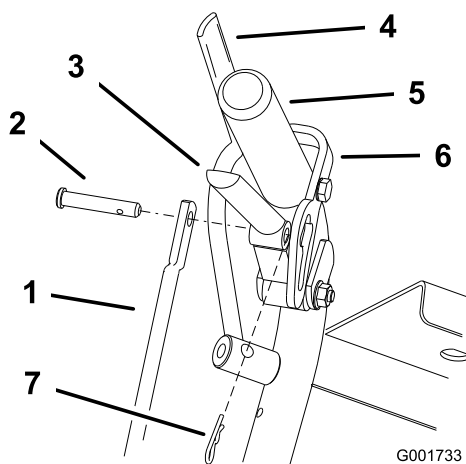
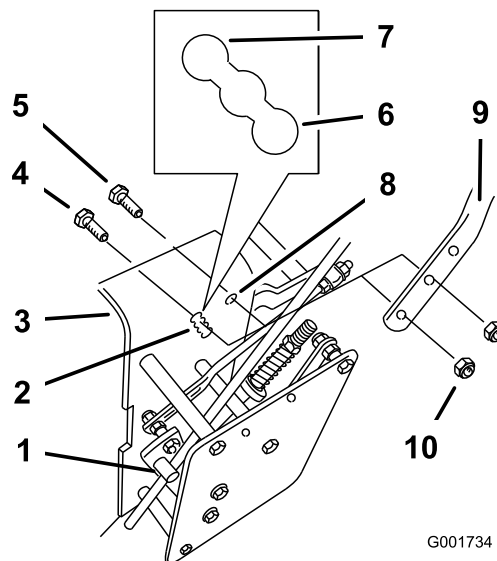

Figura 18
Figura 19
1. Staccate le coppie e i perni con testa dalle leve della trazione e dai dispositivi di blocco in folle (Figura 18).
2. Allentate il bullone flangiato (3/8 x 1-1/4 poll.) e il dado flangiato superiori che assicurano la stegola al telaio posteriore (Figura 19).
3. Rimuovete il bullone flangiato (3/8 x 1 pollice) e il dado flangiato inferiori che assicurano la stegola al telaio posteriore (Figura 19).
5. Regolate la lunghezza dell'asta di comando ruotando l'asta sul relativo raccordo (Figura 18 e Figura 19).
6. Montate la coppiglia tra la leva di trazione e il dispositivo di blocco in folle inserendola nel perno con testa (Figura 18).